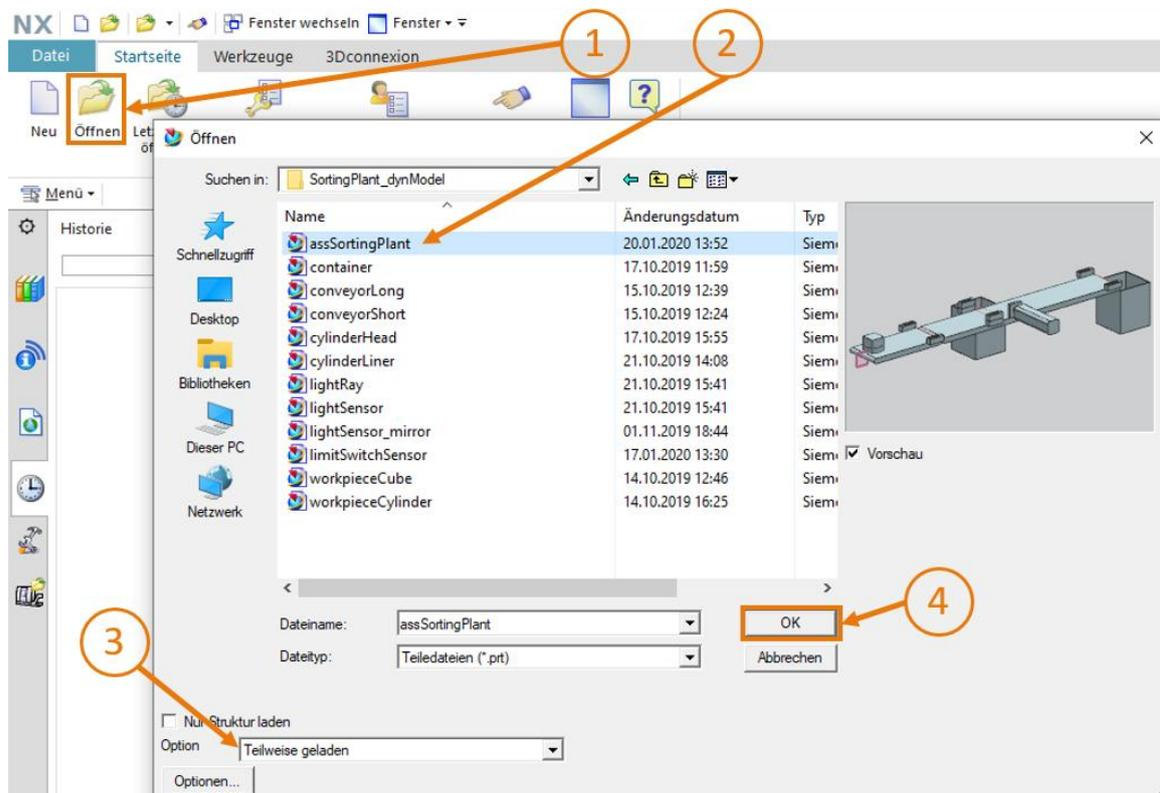

Abbildung 4: Öffnen einer Baugruppe in NX
- Starten Sie NX und warten Sie, bis sich das Programm geöffnet hat und Sie die Startseite sehen. Klicken Sie auf die Schaltfläche "Öffnen" (siehe Abbildung 4, Schritt 1) und navigieren Sie zu Ihrem zuvor erstellten Ordner. Sie sehen nun die in Modul 5 verwendeten Teile. Selektieren Sie die Baugruppe "assSortingPlant", welche das vollständige dynamische 3D-Modell der Sortieranlage enthält (siehe Abbildung 4, Schritt 2). Wählen Sie die Option "Teilweise geladen" aus (siehe Abbildung 4, Schritt 3), damit nur die Modelle und dynamischen Eigenschaften der Einzelkomponenten der Baugruppe geladen werden, nicht aber zusätzliche Zeichnungen oder Koordinatensysteme. Bestätigen Sie Ihre Auswahl schließlich mit einem Klick auf "OK" (siehe Abbildung 4, Schritt 4).